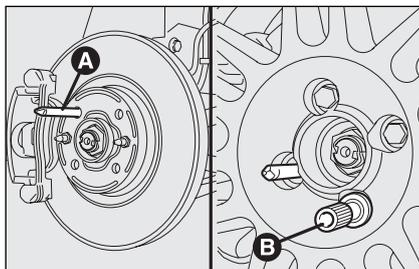

fig. 10
- avvitare il perno di centraggio **A-fig. 10** in uno dei fori dei bulloni di fissaggio presenti sul mozzo ruota;